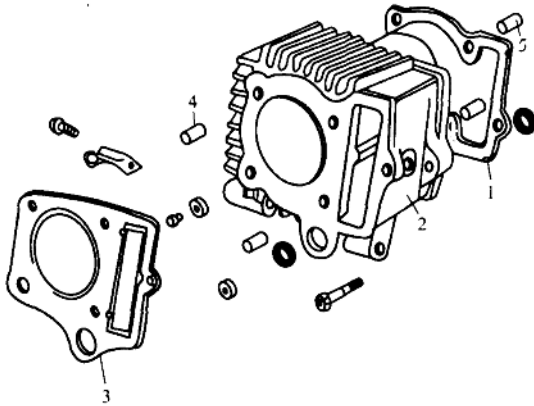

图 1-13 LX90、LX90-A 气缸体组件
1. 气缸体的构造 LX90、LX90-A 气缸体组件包括气缸盖垫片、气缸体、气缸体垫片等(图 1-13)。LX90、LX90-A 发动机采用顶置式气门配气机构,配气机构布置在气缸盖上,曲轴端部的正时主动链轮,通过链条带动安装于气缸盖上的从动链轮和凸轮轴运转,带动气门工作。所以,气缸体左侧有一矩形空腔,作为链条的通道,并安置链条的导向滚轮。